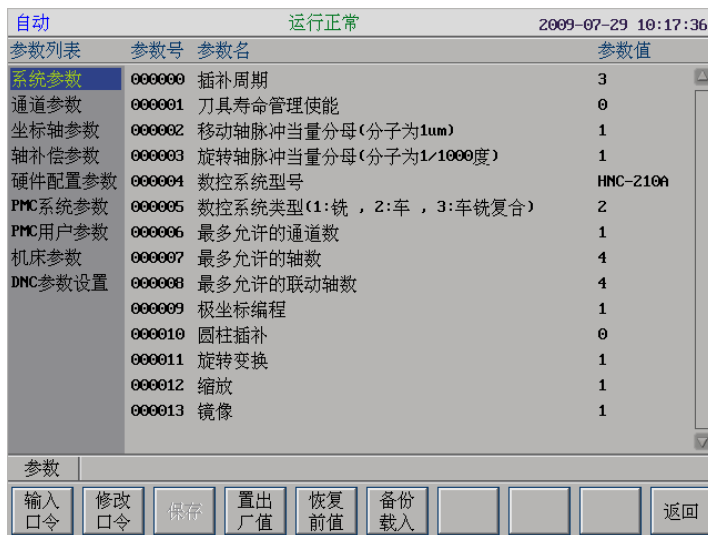

图 4-14 编辑参数
- (2) 在输入栏输入相应权限的口令，按“**Enter**”键确认；
- (3) 若权限口令输入正确，则可进行此权限级别的参数或口令的修改（图 4-14）；否则，系统会提示“输入口令不正确”。